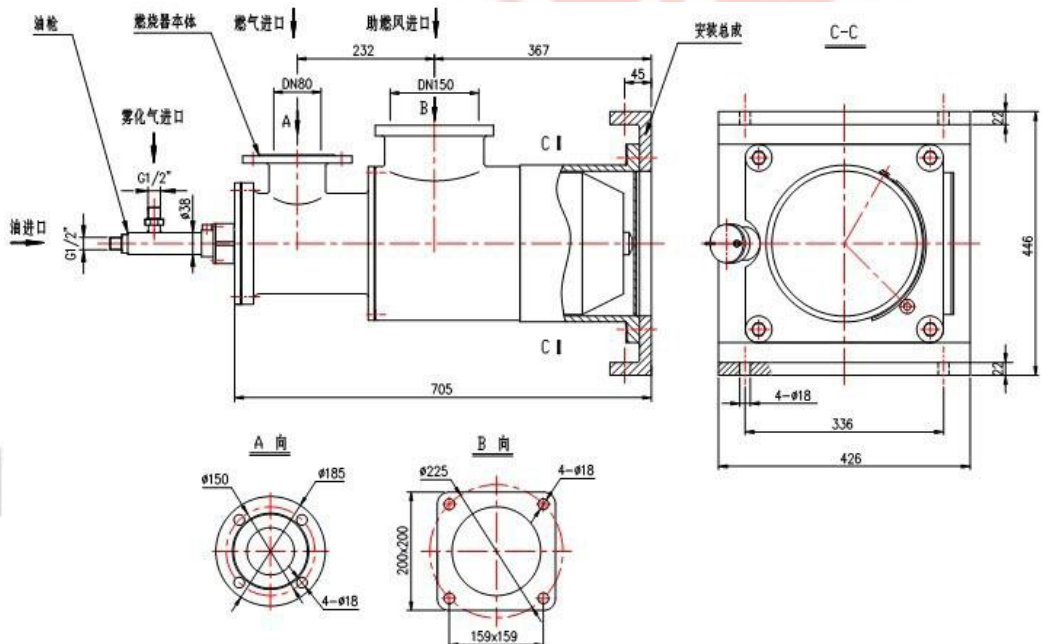

图 9、JDC-YJ100B 型燃烧器外形图及安装示意图
3... JDC-YJ100B 型技术性能参数：(外形安装图见图 9)